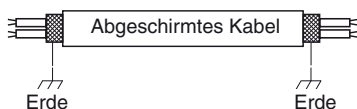

Abb. 4-6
- Als Einheiten-Steuerverbindungskabel (c) müssen abgeschirmte Kabel verwendet werden, wobei die Abschirmung auf beiden Seiten geerdet werden muss, da andernfalls Funktionsstörungen durch Störsignale auftreten können. Abb. 4-6 Die Kabel sind wie im Abschnitt „4-3. Schaltpläne“ anzuschließen.